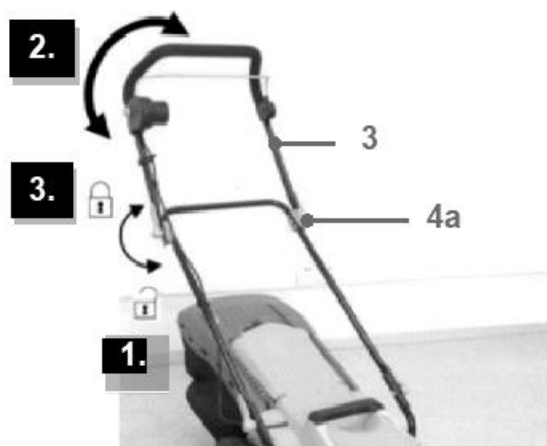

Рис. 12
- a. Ослабьте фиксирующие рычаги (4) и переместите верхнюю рукоятку (3) в нужное положение. Убедитесь в том, что зубья дисков фиксаторов сцеплены.
Затяните рычаги (4), вращая их по часовой стрелке (Рис. 12).